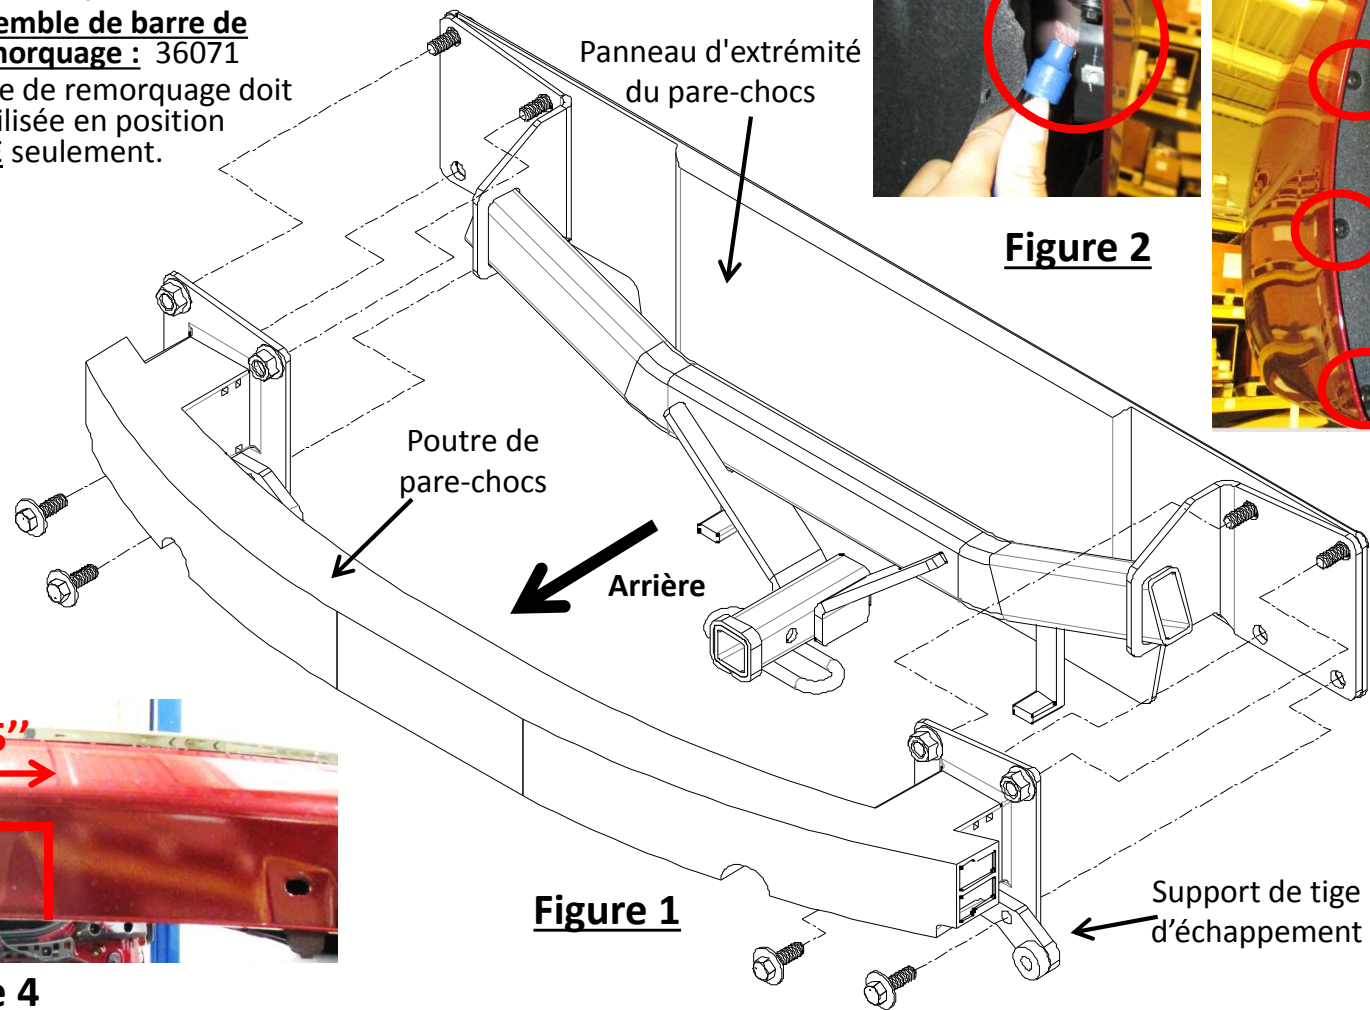

Figure 1
- Installation de l'attelage** – Soulever l'attelage et aligner les deux trous supérieurs de l'attelage sur les goujons du panneau d'extrémité du pare-chocs. Soulever la poutre de pare-chocs et les supports de tige d'échappement pour intercaler l'attelage, voir **Figure 1**. Réutiliser les écrous à embase et les boulons et les serrer lâchement.
3. Installation de l'attelage – Soulever l'attelage et aligner les deux trous supérieurs de l'attelage sur les goujons du panneau d'extrémité du pare-chocs. Soulever la poutre de pare-chocs et les supports de tige d'échappement pour intercaler l'attelage, voir **Figure 1**. Réutiliser les écrous à embase et les boulons et les serrer lâchement.